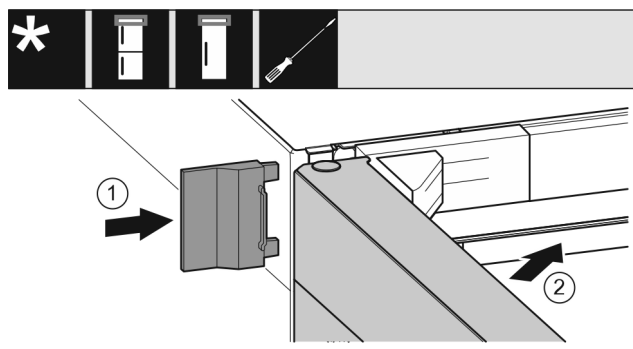

Fig. 28
- ▶ Wsunąć zewnętrzną osłonę Fig. 28 (1).
- ▶ Zamknąć górne drzwi Fig. 28 (2).